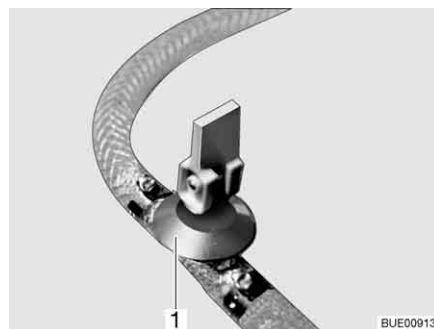
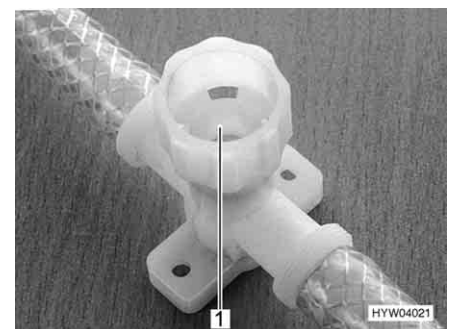

Fig. 238 Llave de desagüe (con balancín)
Fig. 239 Llave de desagüe (con tapa giratoria)
- Abrir todas las llaves de desagüe. Para esto, poner el balancín de la llave de desagüe (Fig. 238,1) en posición vertical o girar la tapa de la llave de desagüe (Fig. 239,1) en sentido contrario a las agujas del reloj.